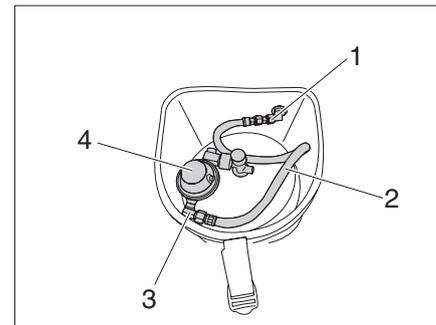

Bild 51 Gasschlauch mit Gasdruckregler
- ▶ Winkelstück (Bild 51,3) an Gasschlauch (Bild 51,2) schrauben.
- ▶ Gasdruckregler (Bild 51,4) auf Winkelstück schrauben.
- ▶ Gasschlauch (Bild 51,2) mit Gasdruckregler an Stutzen (Bild 51,1) schrauben.